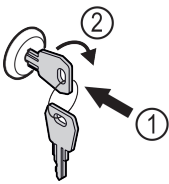

Fig. 167
- ▶ Πιέστε μέσα το κλειδί Fig. 167 (1).
- ▶ Περιστρέψτε το κλειδί 90° δεξιόστροφα Fig. 167 (2).